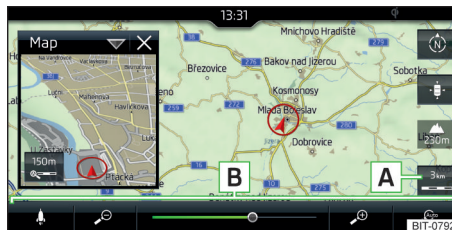
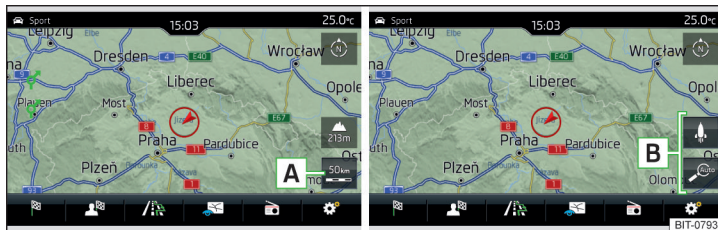

Fig. 211
Fig. 212 Infotainment Amundsen: Suprafețele de comandă funcții pentru modificarea scării hărții
► Atingeți suprafața de comandă funcții **A** » fig. 211, respectiv » fig. 212
În zona **B** » fig. 211, respectiv » fig. 212 sunt afișate suprafețele de comandă funcții pentru a modifica scara hărții.
- Atingeți suprafața de comandă funcții **A** și setați scara dorită cu bara culisantă sau prin suprafețele de comandă funcții **1**/**2** » fig. 211 (valabil pentru Infotainment Columbus).